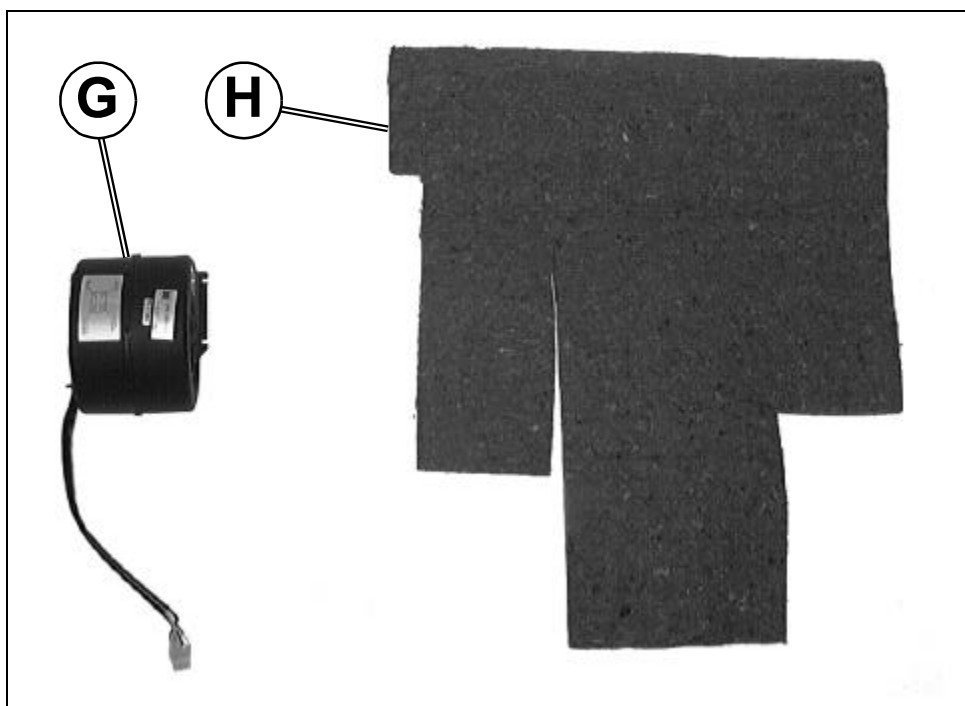

FIG.1.3D
- G) Motorino ventilante (Vedi fig 1.3D)
- H) Il rivestimento interno lato destro (se presente) - (Vedi fig 1.3D)
- G) Le moteur ventilateur (voir la fig. 1.3D)
- H) Le revêtement intérieur côté droit (si existant) - (voir la fig. 1.3D)
- G) Gebläsemotor (siehe Abb. 1.3D)
- H) Innenverkleidung an der rechten Seite (wenn vorhanden) - (siehe Abb. 1.3D)
- G) The fan motor (see fig. 1.3D)
- H) The inner cover on the right side (if present) - (see fig. 1.3D)
- G) Motor del ventilador (ver fig. 1.3D)
- H) Revestimiento interior del lado derecho (si hay) - (ver fig. 1.3D).